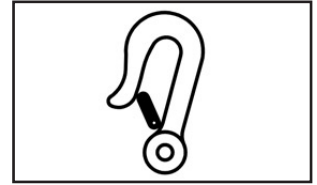

Abbildung 2
- Die Stellen der vier Befestigungspunkte auf den Canto Nxt sind jeweils mit einem Aufkleber mit Hakensymbol gekennzeichnet (siehe Abbildung 2).